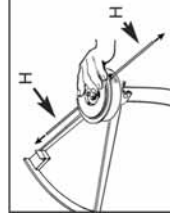

Fig. 9F
9. Si la bobine est mis dans la douille, poussez-la fermement dans la douille jusqu'à ce que le ressort soit tendu. Tirez fermement les deux bouts de la corde (H) pour qu'ils ne soient pas serrés entre la bobine et la douille (Fig. 9F).